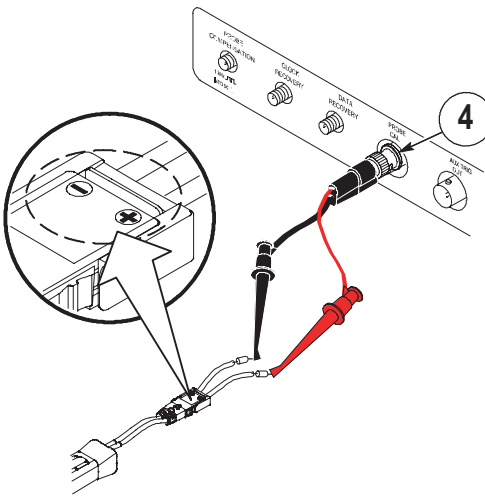

図7: プローブ校正用にプローブを接続 (TDS6000B/C の場合)
4. BNC-ミニグラバを、11ページの図7に示すようにオシロスコープのプローブ校正コネクタに接続します。